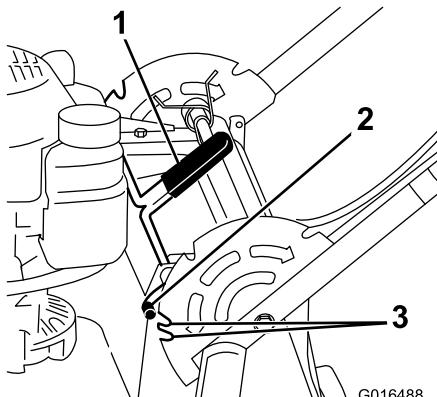

Figura 16
- Levante un poco el manillar y tire hacia atrás de la palanca de bloqueo para desenganchar las clavijas de bloqueo del manillar (Figura 16).
- Gire el manillar y alinee la muesca deseada del soporte del manillar con las clavijas de bloqueo del manillar; consulte Figura 16.